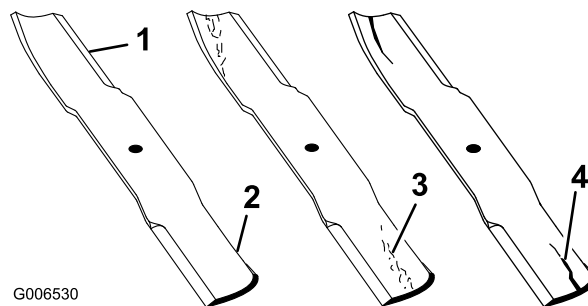

Bild 76
1. Untersuchen Sie die Schnittkanten (Bild 76). Entfernen und schärfen Sie die Messer, wenn die Schnittkanten nicht scharf sind oder Auskerbungen aufweisen. Siehe „Schärfen der Messer“.
2. Prüfen Sie die Schnittmesser, insbesondere den gebogenen Bereich (Bild 76). Wenn Sie Schäden, Verschleiß oder Rillenbildung in diesem Bereich feststellen (Bild 76), sollten Sie sofort ein neues Schnittmesser einbauen.